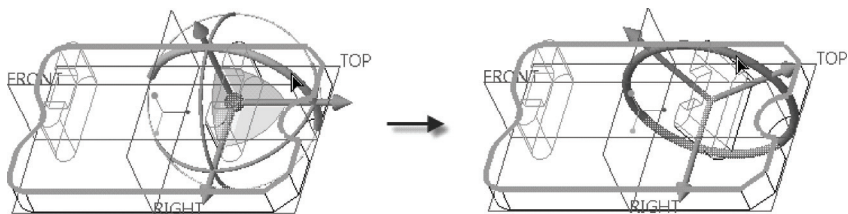

图 8-18 使用拖动器旋转选定的图形几何
6) 将鼠标指针置于图 8-18 所示的一个控制弧处按住并拖动，拖到预定位置处释放鼠标左键，即可旋转选定的图形几何。